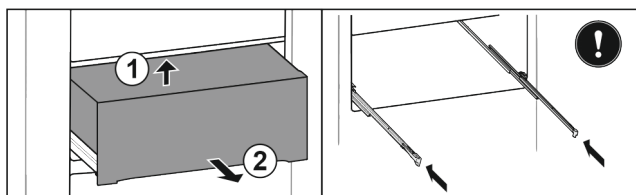

Fig. 29*
- ▶ Nadzvedněte ji zdola zezadu Fig. 29 (1).*
- ▶ Odeberte směrem dopředu Fig. 29 (2).*